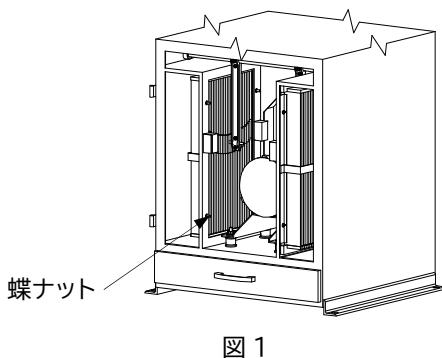
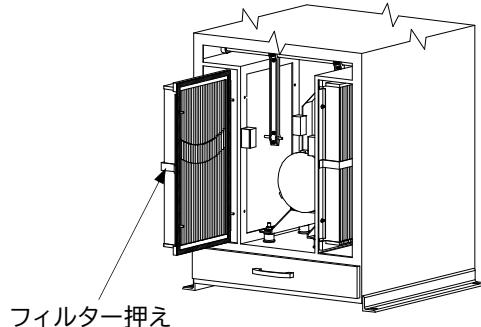

図1
図2
- ①パッキン錠を外して前扉を開けてください。
- ②フィルターは左右1個ずつ、図1のように取り付いています。
- ③蝶ナットをゆるめ(片側4ヶ)、蝶ナットとワッシャーを取り外します。
- ④フィルター押えとフィルターをセット状態のまま図2のように静かに外部へ引き出します。
- ⑤フィルター押えとフィルターを分離させます。
- ⑥フィルターの取付けは、上記と逆の手順で作業をおこなってください。